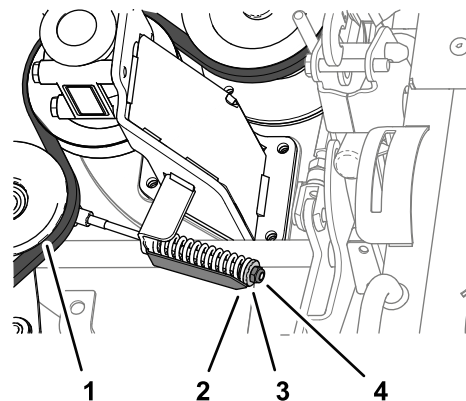

Figura 133
4. Slăbii contra piulia fuliei de tensionare a curelei până când putei glisa cureaua de pe fulia de tensionare a curelei (Figura 133).
- Strângeți contrapiulia până când săgeata indicatorului de tensionare se aliniază cu suprafaa exterioară a aibei (Figura 133).